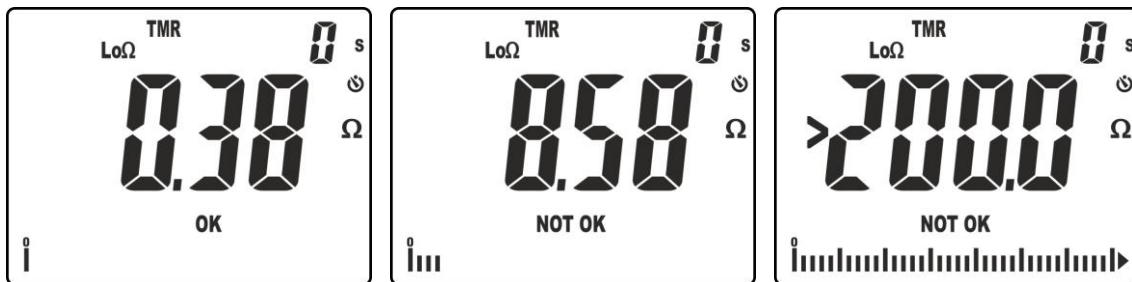

Fig. 31: Risultati della misura di continuità in modo TMR
10. Nella videata di Fig. 31 – parte sinistra è presente un risultato positivo del test "OK" (valore minore della soglia impostata e corrente di prova $>200\text{mA}$). Nella videata di Fig. 31– parte centrale è presente un risultato negativo del test "NOT OK" (valore superiore alla soglia impostata e corrente di prova $<200\text{mA}$). Nella videata di Fig. 31 – parte destra è presente risultato negativo "NOT OK" corrispondente al fuori scala (simbolo " >200.0 ")